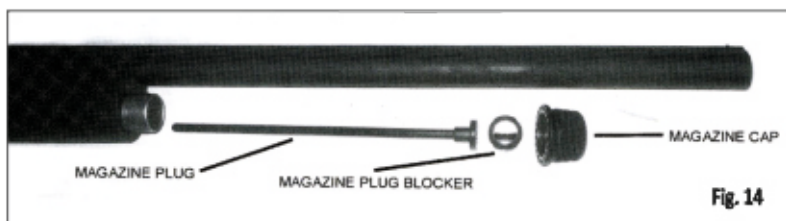

Fig. 14
7. Reference Fig. 14
12. Reference Fig. 14